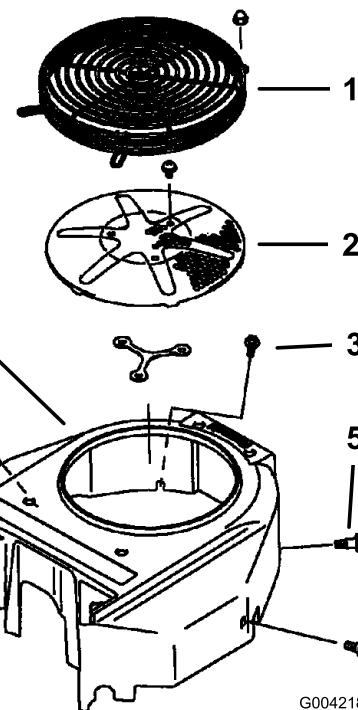

Figura 65
Antes de cada uso, elimine cualquier acumulación de hierba, suciedad u otros residuos de la rejilla del motor. Esto ayudará a asegurar una refrigeración adecuada y una velocidad de motor correcta, y reducirá la posibilidad de sobrecalentamiento y daños mecánicos al motor (Figura 65).
3. Retire la rejilla de entrada de aire, el arrancador de retroceso y la carcasa del ventilador (Figura 65).
5. Instale la rejilla de entrada de aire, el arrancador de retroceso y la carcasa del ventilador (Figura 65).